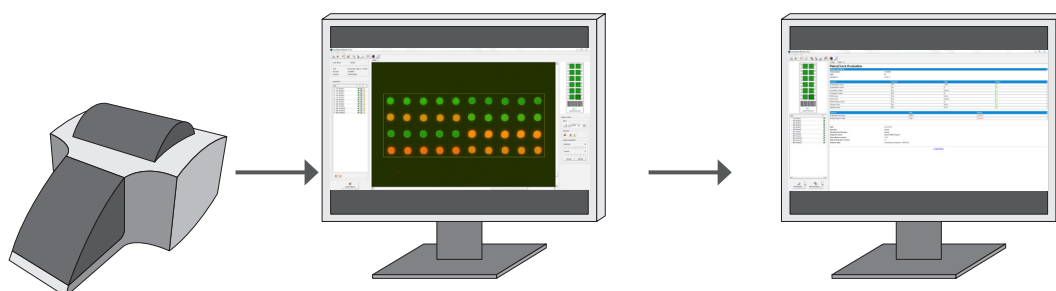

Figure 1 : Procédure du test PelvoCheck® CT/NG
Le kit PelvoCheck® CT/NG est un kit de test à micro puce destiné à la détection de l'ADN de *Chlamydia trachomatis* (CT) et de *Neisseria gonorrhoeae* (NG). La procédure du test, décrite dans la **Figure 1**, est fondée sur la détection d'un fragment du gène 16S de l'ARNr spécifique de ces agents pathogènes.